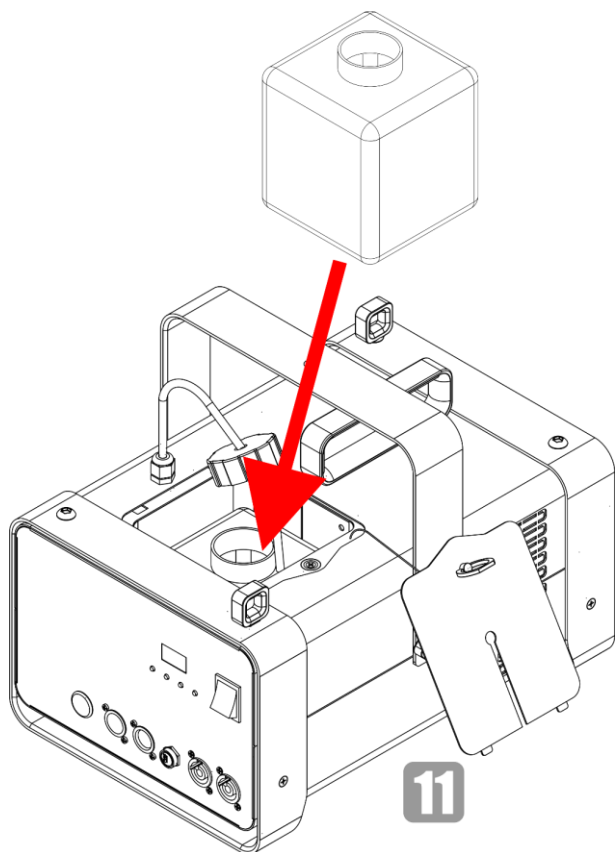

Fig. 17
- 11) Rimettere il serbatoio del liquido nel dispositivo, come mostrato nella Fig. 17.